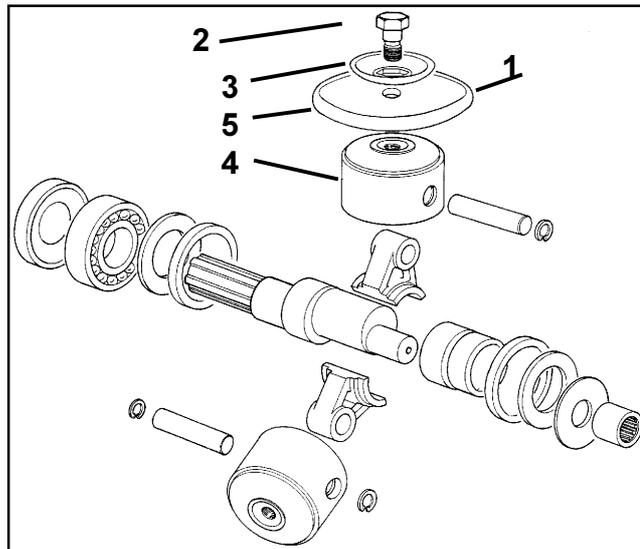
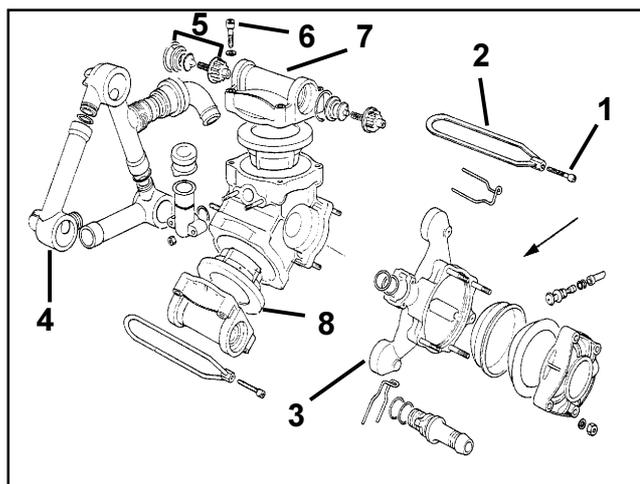

Fig. 9.10
Fig. 9.11
- Desserrez les vis (fig. 9.11/1).
- Retirez les étriers (fig. 9.11/2) ainsi que les conduits d'aspiration et de refoulement (fig. 9.11/3, 9.11/4) et aussi les jeux de clapets (fig. 9.11/5). **Attention ! Repérez bien les emplacements des clapets correspondants aux circuits de refoulement et d'aspiration !**
- Après avoir retiré les vis (fig. 9.11/6), retirez la culasse (fig. 9.11/7).
- Contrôlez les membranes de piston (fig. 9.10/1).
- Desserrez les vis (fig. 9.10/2) et retirez du piston (fig. 9.10/4) la membrane (fig. 9.10/1) avec son disque de support (fig. 9.10/3).
- Retirez du carter de la pompe le cylindre (fig. 9.11/8).
- Remontez la membrane (fig. 9.10/1).
**Fixez la membrane avec le disque et la vis de manière à ce que le rebord (fig. 9.10/5) soit orienté vers la culasse (fig. 9.11/7).**